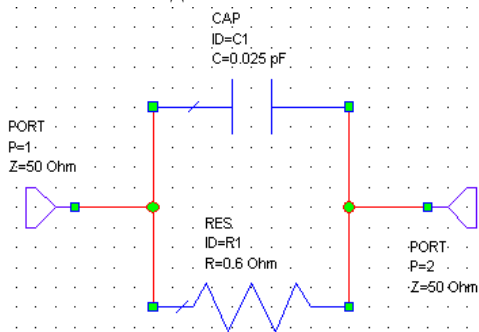

Рис. 3.47
5. Отредактированная эквивалентная схема диода показана на рис. 3.47.